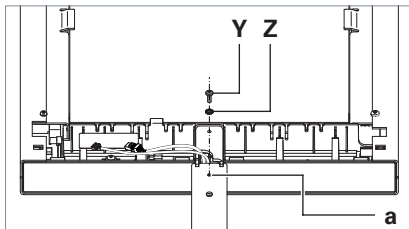

Fig. 12: Leuchtenkopf sichern.
- ▶ Schrauben Sie die Schraube **Y** mit der Zahnscheibe **Z** in die Bohrung **a** am Tragrohr und drehen Sie die Schraube fest, siehe Fig. 12.